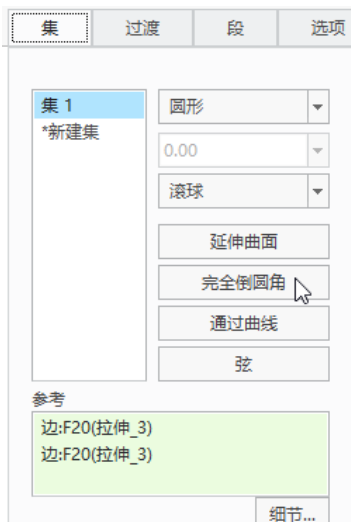

图 5-120 单击“完全倒圆角”按钮
(3) 在“倒圆角”选项卡中打开“集”面板, 单击“完全倒圆角”按钮, 如图 5-120 所示。